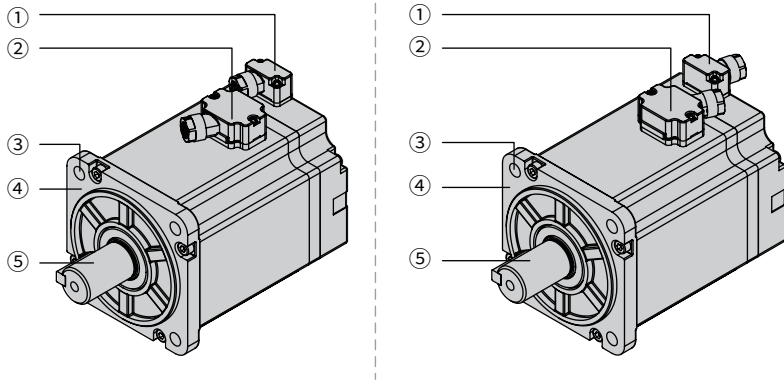
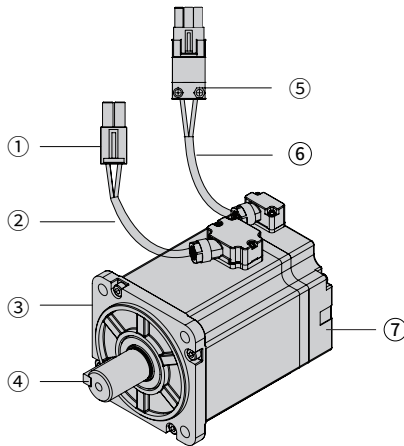

图 1-2 端子型电机部件说明示意图
图 1-3 导线型电机部件说明示意图
■ 40/60/80 基座请参考如图 1-2 和图 1-3 部件说明示意图